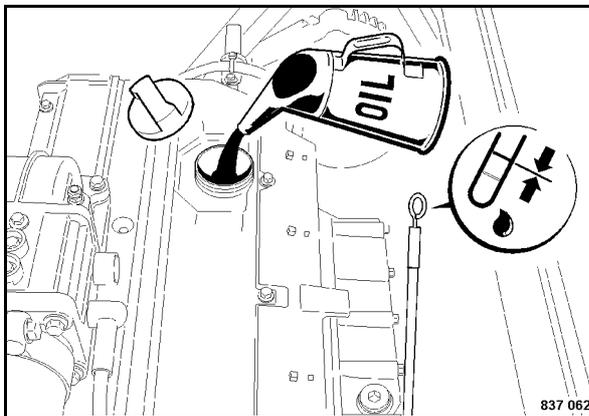

Fig. 143
- Estrarre l'astina livello olio (Fig. 143) pulirla con uno straccio pulito e non filamentoso e reinserirla fino all'arresto.